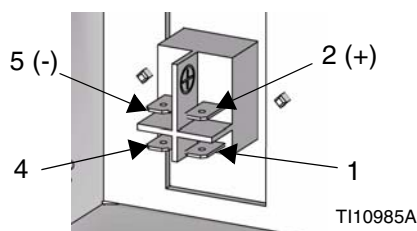
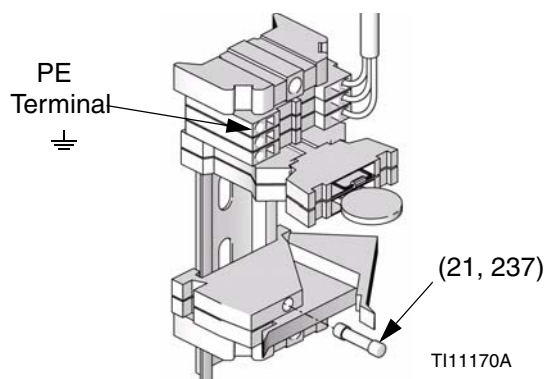

FIG. 40
FIG. 41
5. Brancher le câble de sortie de l'alimentation électrique sur le câble CAN (509).
6. Relier l'alimentation électrique de 24 V de catégorie 2 aux bornes de l'interrupteur : +24 Vcc sur la borne 2 (+) et 24 Vcc sur la borne 5 (-). Voir FIG. 40. Relier le conducteur de terre (PE) à la borne marquée \perp . Voir FIG. 41. L'alimentation en 24 Vcc doit être capable de produire au moins 1,0 ampères et être équipée d'un dispositif de protection ampèremétrique d'une puissance inférieure ou égale à 2,5 ampères.
8. Installer les protections avant et arrière (506, 507), le système de retenue (504) et les vis (503). Voir les schémas des pièces du Kit de la boîte de contrôle à distance DataTrak à la page 50.